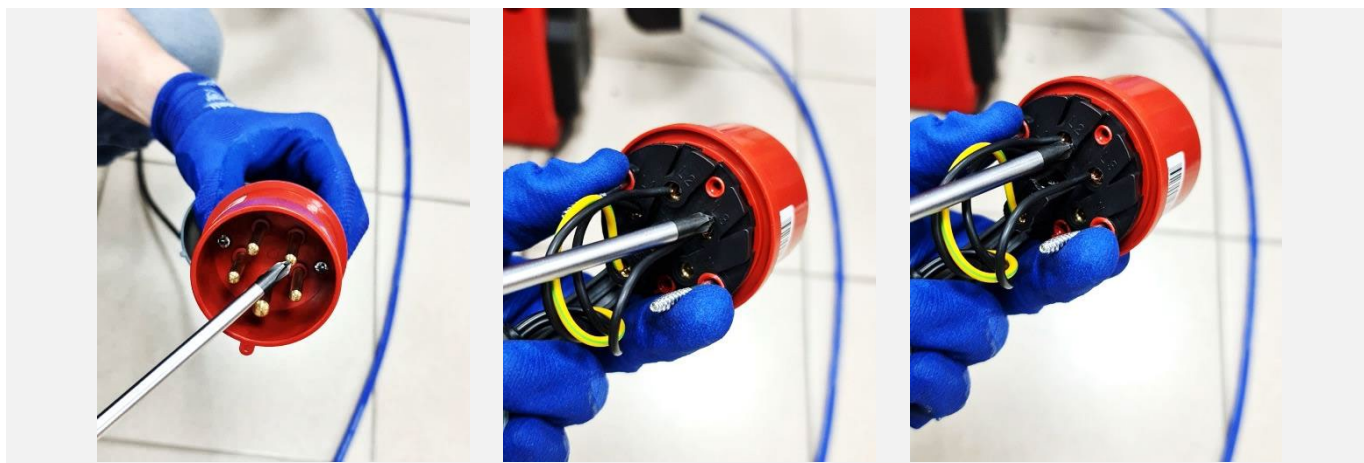

Рисунок 28
6.2 Нажать педаль вращения стола и убедиться, что поворотный стол станка вращается по часовой стрелке. Если поворотный стол вращается в обратную сторону, то необходимо поменять местами два любых фазных провода в электрической вилке (см. Рисунок 28).